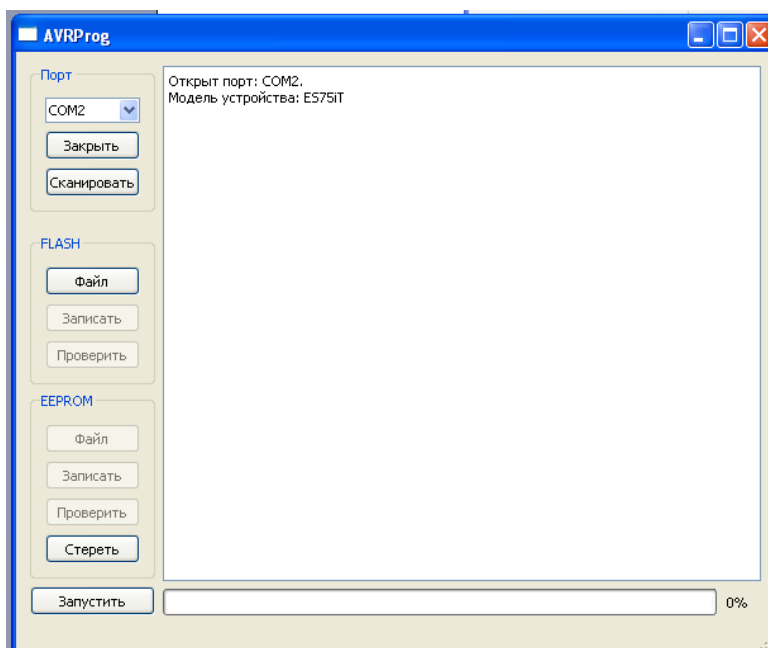

Рис.3
3. Подключите модем (без сим-лотка) к компьютеру. Подайте питание на модем. Модем должен перейти в режим программирования. Мигание светодиодного индикатора (зеленый) - 250 мс вкл/250 мс выкл. Нажмите кнопку “Открыть”. При этом должна отобразиться модель устройства (рис.3).